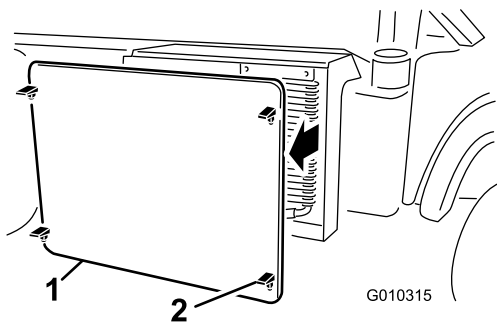

図 68
5. ラジエータースクリーンのラッチを外して、ラジエーター前面から外す 図 68。